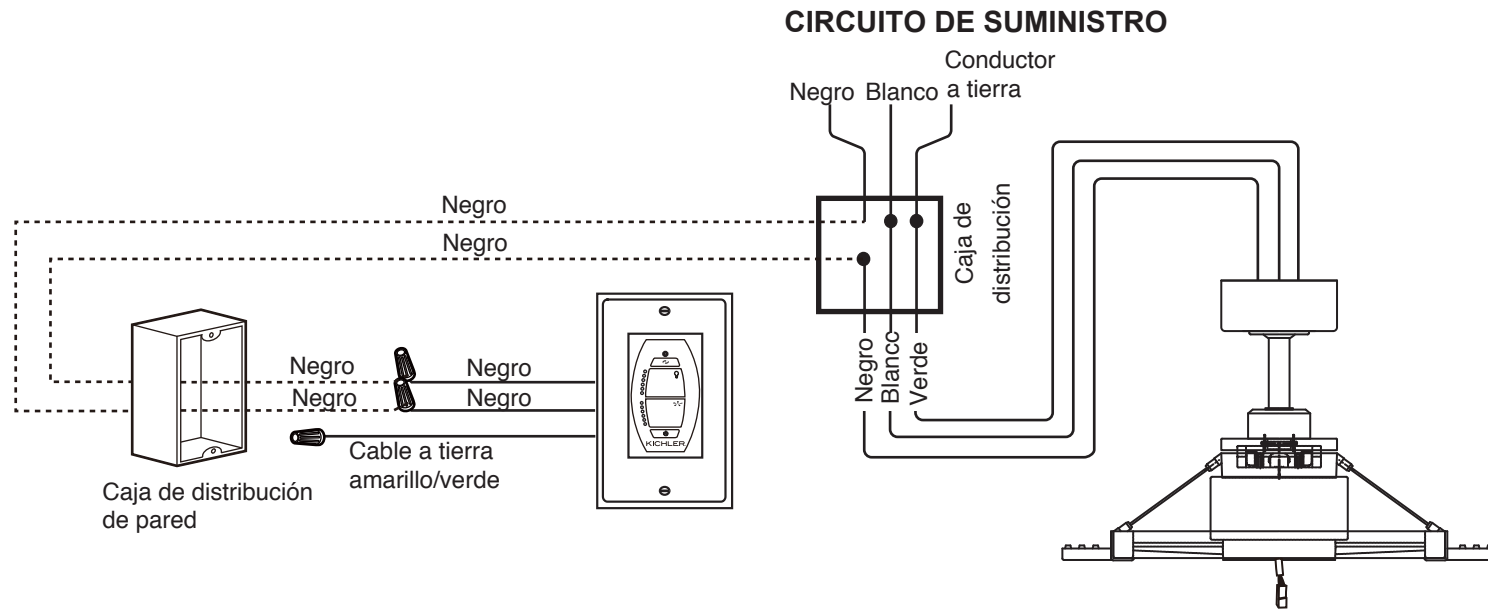

Fig. 13
Haga cada una de las conexiones de alambre ilustradas en la Figura 13. Asegure cada una con las tuercas de alambre proporcionadas. (Fig. 13)
Paso 1. Conecte el cable negro del ventilador (motor) al cable negro del control de pared. (Fig. 13)
Paso 2. Conecte el cable blanco del ventilador (motor) al cable blanco (neutro) del suministro de energía de su hogar. (Fig. 13)
Paso 3. Si su caja de distribución tiene un cable de puesta a tierra (verde o cobre sin recubrimiento), conéctelo al cable de puesta a tierra del ventilador de techo y/o al soporte de montaje para cielorraso. (Fig. 13)
Paso 1. Conecte el cable negro (AL MOTOR L) del control de pared con el cable negro de la caja de distribución eléctrica de pared. (Fig. 13)
Paso 2. Conecte el cable negro (CA EN L) del control de pared con el cable negro de la caja de distribución eléctrica de pared. (Fig. 13)
Paso 3. Si su caja de distribución tiene un cable de puesta a tierra (verde o cobre sin recubrimiento), conecte el cable de puesta a tierra amarillo/verde del control de pared a dicho cable; en caso contrario, conecte el cable de puesta a tierra amarillo/verde del control de pared directamente a uno de los tornillos de la caja de distribución eléctrica. (Fig. 13)